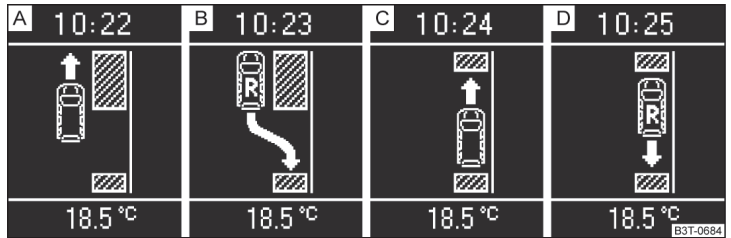

Abb. 150 Displayanzeige
Wenn das System eine geeignete Parklücke erkannt hat, wird diese Parklücke im Display angezeigt » Abb. 150 - **A**.
- Noch weiter vorfahren, bis im Display die Anzeige erscheint » Abb. 150 - **B**.
- › Wenn im Display der Pfeil nach vorn blinkt » **Abb. 150 - C**, dann den 1. Gang einlegen bzw. den Wählhebel in Stellung **D** stellen.
- › Wenn im Display der Pfeil nach hinten blinkt » **Abb. 150 - D**, dann erneut den Rückwärtsgang einlegen bzw. den Wählhebel in Stellung **R** stellen.